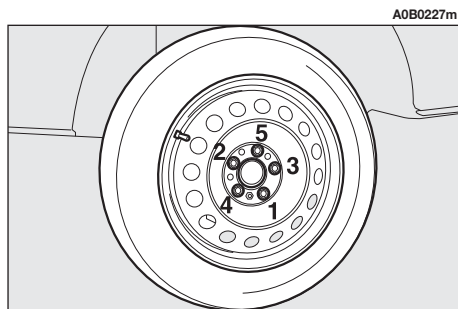

fig. 8
– Serrare a fondo i bulloni secondo l'ordine rappresentato in **fig. 8**, senza rimontare la coppa.